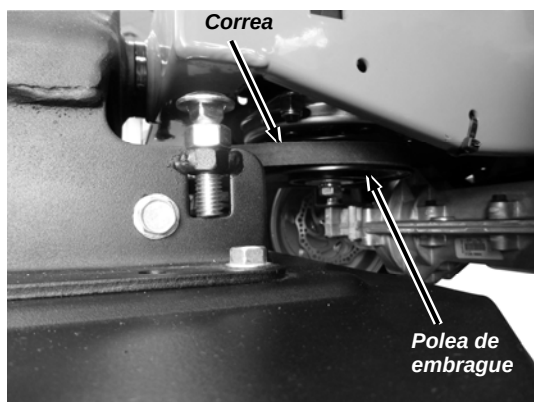

Figura 6
5. Enrolle la correa alrededor de la polea del embrague debajo de la unidad de potencia (**Figura 6**).